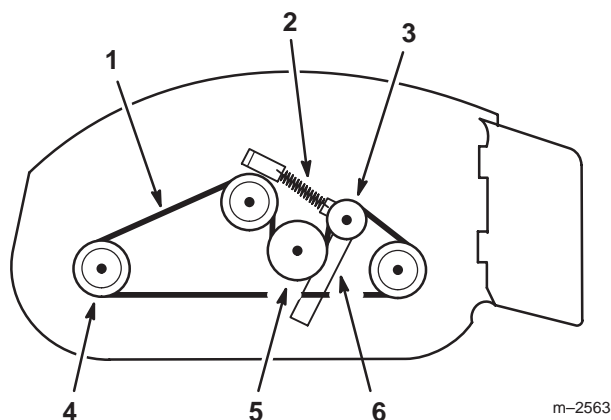

Figure 30
4. Installez une courroie neuve sur les trois poulies d'axe, la poulie de sortie du boîtier d'engrenages et la poulie de tension du plateau de coupe (Fig. 30).
5. Raccrochez le ressort du bras de renvoi (Fig. 30).